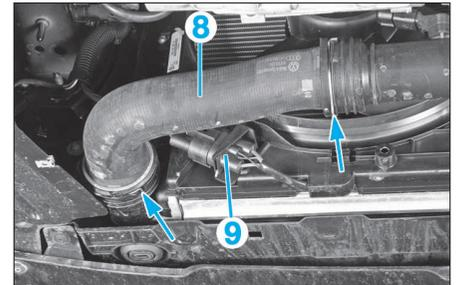
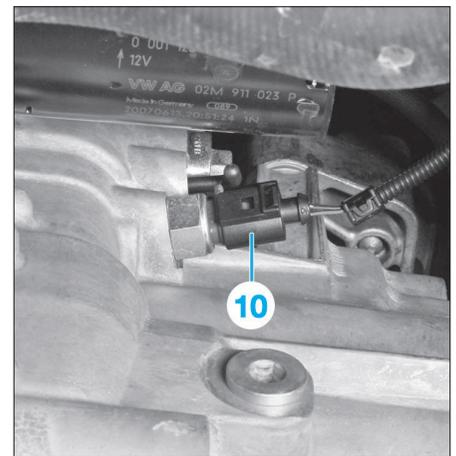

FIG. 4
FIG. 5
- Déposer la durit d'air de suralimentation (8) (Fig.4).
- Débrancher le connecteur (9) du corps des motoventilateurs, déposer ses deux vis inférieures puis déposer le corps des motoventilateurs.
- Débrancher le connecteur (10) du contacteur de feu de recul (Fig.5).